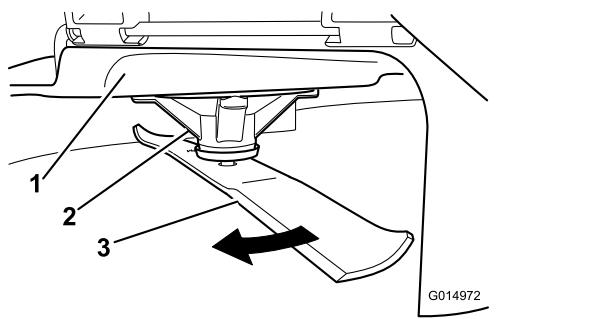

Figure 105
2. Enfilez des gants épais ou utilisez une autre protection adéquate pour les mains, et faites tourner la lame lentement jusqu'à une position permettant de mesurer la distance entre le tranchant et la surface plane sur laquelle se trouve la machine (Figure 105).